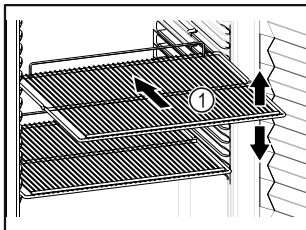

Fig. 18 Shembull ilustrues
- Nëse raftet me rrjetë Fig. 18 (1) mund të zhvendosen, atëherë përshtatini sipas lartësisë.